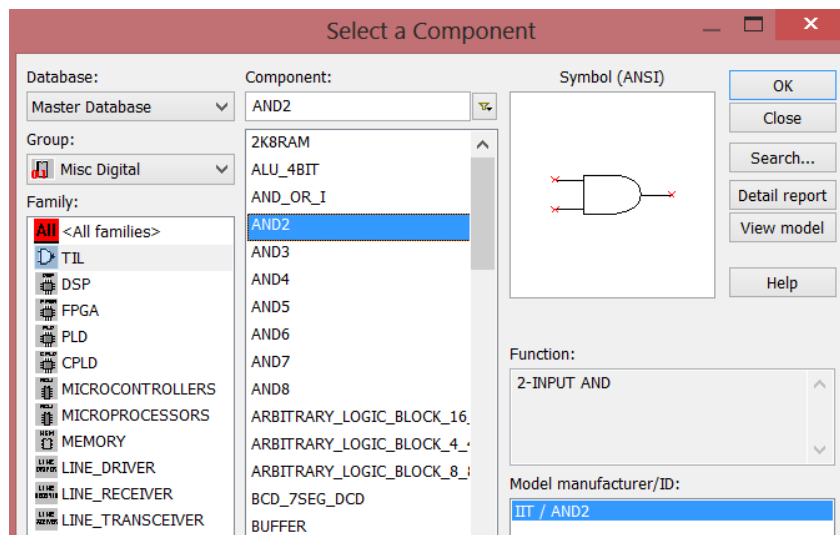

Рис. 5 – Список компонентов в закладке
3. В списке компонентов выбрать компонент 2И (AND2) и поместить его на схему, щелкнув по кнопке **OK**. Ускорить поиск компонента можно, если ввести несколько первых символов имени компонента в строку **Component** (рис. 5)